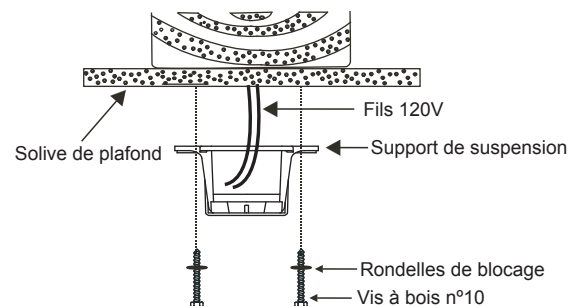

Fig. 7
Étape 4A. Fixez le support de montage directement sur une solive de la structure du bâtiment.Utilisez uniquement les vis à bois et les rondelles de blocage fournies avec le ventilateur. **(Fig. 7) REMARQUE : CETTE ÉTAPE NE CONCERNE QUE LES INSTALLATIONS AU CANADA.**
MISE EN GARDE ! LE SUPPORT DE SUSPENSION DOIT ÊTRE INSTALLÉ DIRECTEMENT SUR LA SOLIVE DU BÂTIMENT AVEC LES DEUX VIS À BOIS ET LES RONDELLES FOURNIES. **(Fig. 7)**